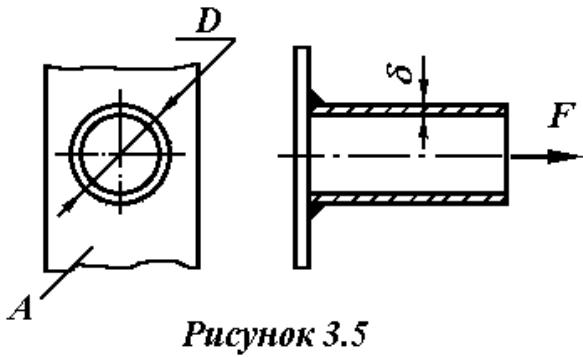

Рисунок 3.5
**Задача 5.** Проверить прочность сварного соединения крепления трубы к неподвижной плите  $A$  (рисунок 3.5) путем обварки по контуру сварным швом с катетом  $k$ , если наружный диаметр трубы  $D$ , толщина стенки  $\delta$  (таблица 3.5). Материал трубы -сталь Ст 3. Сварка автоматическая электродами Э50А.